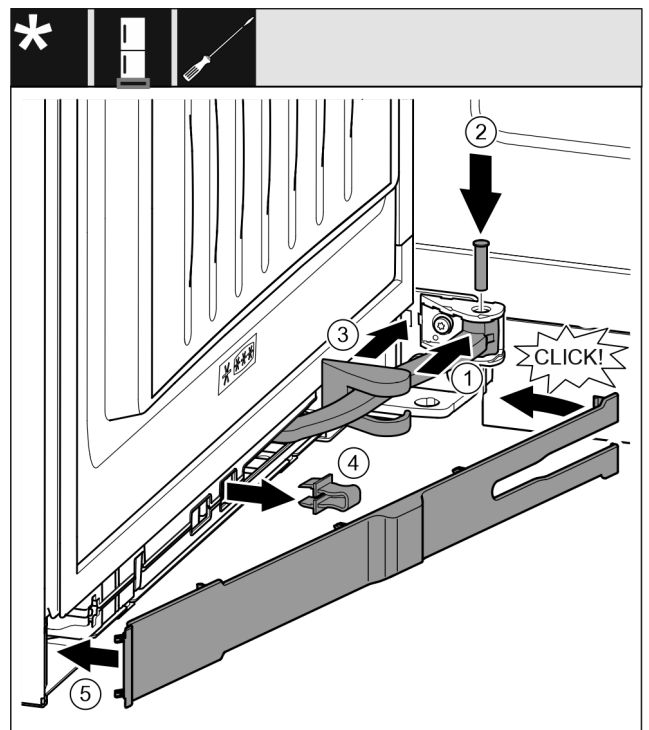

Fig. 45
- ▶ Gelenk in Aufhängung drehen. Fig. 45 (1)
- ▶ Bolzen mit einem Schraubendreher T15 in Aufhängung und Gelenk einsetzen. Dabei darauf achten, dass der Rastnocken korrekt in der Nut sitzt. Fig. 45 (2)
- ▶ Lagerbockabdeckung entlang des Gelenks schieben und über der Aufhängung montieren. Fig. 45 (3)
- ▶ Sicherung abnehmen. Fig. 45 (4)
- ▶ Blende griffseitig ansetzen und einschwenken. Fig. 45 (5)